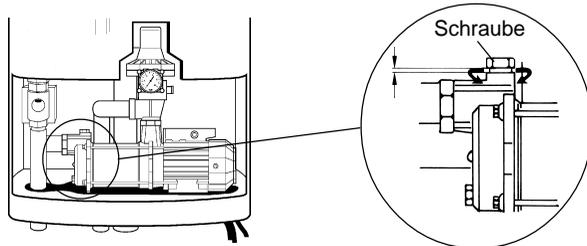

Bild 21
- Pumpe entlüften, siehe Bild 21.